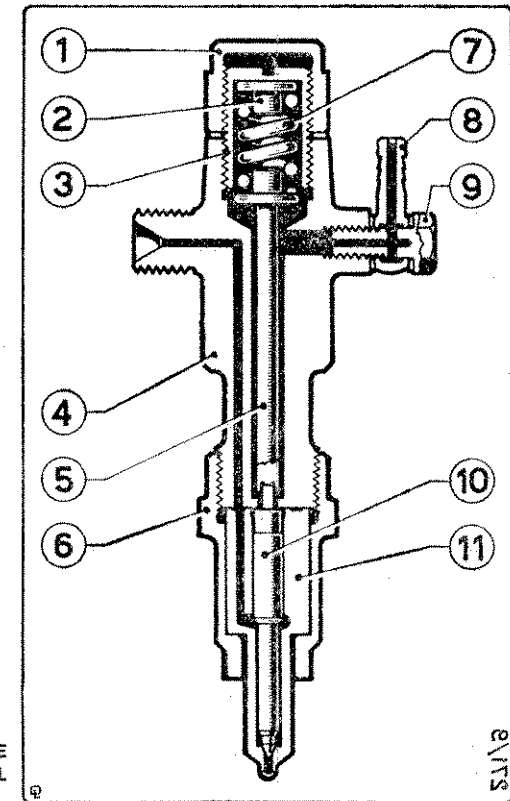

Fig. 2 - SEZIONE DEL POLVERIZZATORE CON PORTA-POLVERIZZATORE DEL COMBUSTIBILE.
B) Polverizzatore e porta-polverizzatore. — Il polverizzatore è del tipo a fori multipli; è bloccato sul portapolverizzatore mediante una ghiera. Gli elementi del complesso si possono rilevare dalla fig. 2 pag. 7. Il polverizzatore ha i fori disposti in modo asimmetrico e pertanto, nel rimontarlo sul portapolverizzatore, occorre fare attenzione a far coincidere i grani di riferimento disposti su quest'ultimo; tali grani sono sistemati in modo che il polverizzatore possa essere correttamente montato in una sola prestabilita posizione.